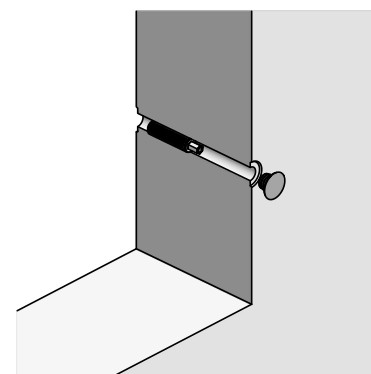

Fig. 79.4
4. Rebouchage des trous de banches (Fig. 79.4 et page XT-76).